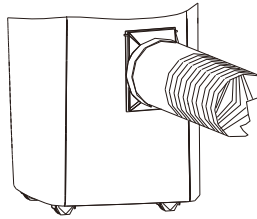

Fig. 10
11. Salida de aire de escape y respectivos accesorios terminados como se ilustra en el dibujo de la Fig. 10.